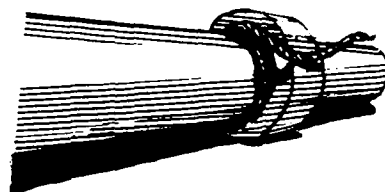

FIG. 3
O barro deve ficar com a espessura igual ou maior que o diâmetro da bolsa e bem fixo (fig. 3), para evitar seu deslocamento durante o preenchimento.
5.º Passo — Puxe a corda sem mover o cachimbo de barro (fig. 3).